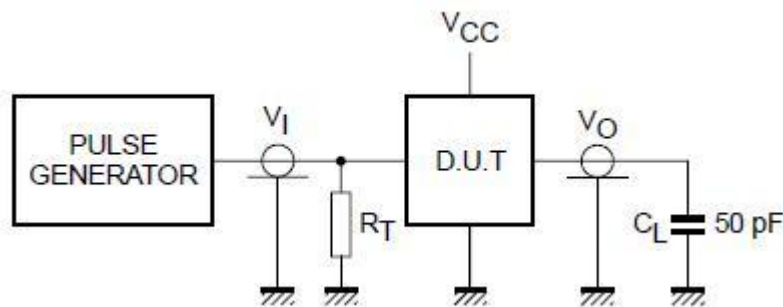

图5、交流测试图
**3.3.3 交流参数 1** (除非另有规定,  $T_{amb}= 25^\circ\text{C}$ ,  $GND=0$ ,  $t_r = t_f = 6.0ns$ ,  $C_L=50pF$ ; 见图4, 图5)
**3.3.4 交流参数 2** (除非另有规定,  $T_{amb}= -40 \sim +85 \text{ } ^\circ\text{C}$ ,  $GND=0, t_r = t_f = 6.0ns, C_L=50pF$ ; 见图4, 图5)